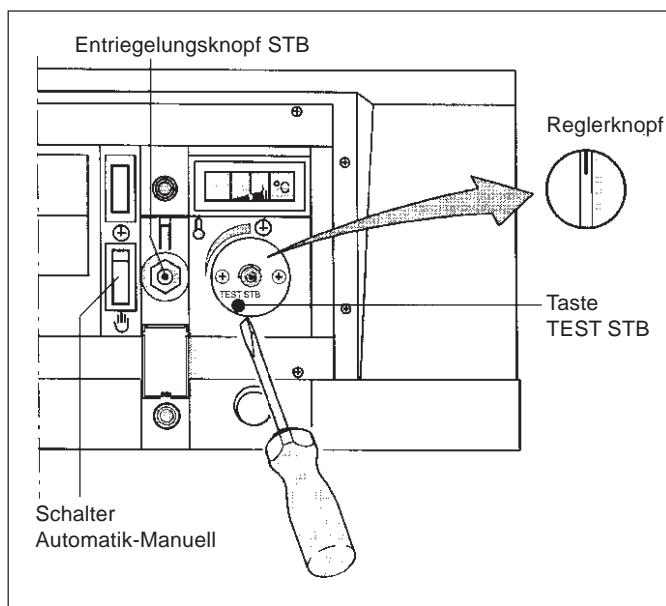

Abb. 22: STB überprüfen und entriegeln
- Schalter Automatik-Manuell (Abb. 22) in Stellung Manuell (Handsymbol) stellen.
- Taste "TEST STB" (Abb. 22) mit Schraubendreher o.ä. nach hinten drücken und so lange festhalten, bis der STB auslöst.
- Abdeckklappe STB öffnen (Abb. 22).
- Entriegelungsknopf eindrücken (Abb. 22).